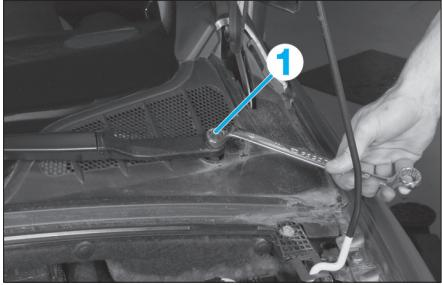

Fig. 92
- Déposer sur chaque bras d'essuie-vitre, les écrous de fixation (1) (Fig.92).